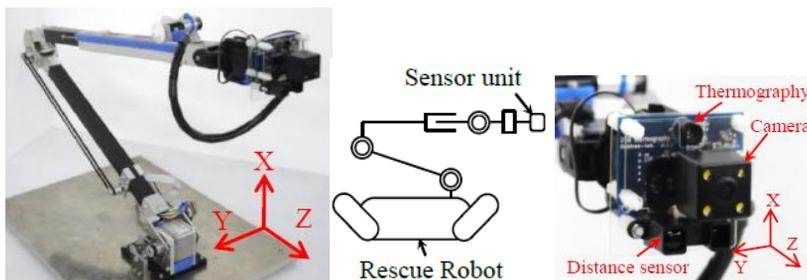

図1 マニピュレータ外観、マニピュレータ搭載レスキューロボット概略図、及びセンサユニット外観(外観寸法：56.3×59.1×51.0 mm) 魚眼カメラ、赤外線距離センサ、小型サーモグラフィモジュールを搭載
- マニピュレータの先端に装着した赤外線距離センサから得られる奥行情報をもとに、温度測定位置の推定を行い、小型サーモグラフィモジュールを利用して広範囲な温度分布図を作成し、熱源を特定する方法を採用した(図1)。